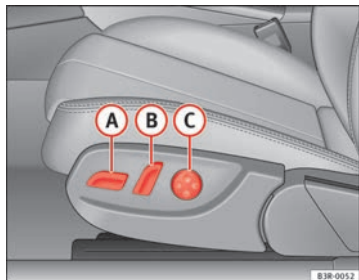
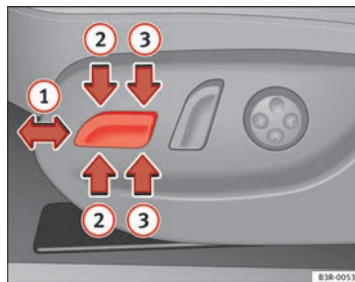

Abb. 107 Vordersitz: Bedienelemente zum Einstellen
Abb. 108 Vordersitz: Schalter für Sitzverstellung
- Bewegen Sie den Schalter **A** ⇒ Abb. 107 nach vorn oder nach hinten **1** ⇒ Abb. 108 ⇒ **Δ**.